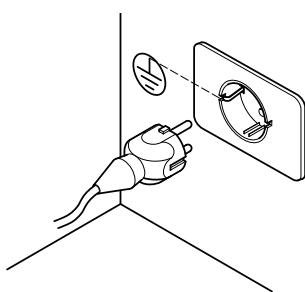

Fig. 6.2.1
**È obbligatorio che l'impianto sia provvisto di messa a terra e di interruttore differenziale in ottemperanza alle leggi vigenti (Fig. 6.2.1).**
**The system must be earthed and fitted with a circuit breaker as provided for by current laws (Fig. 6.2.1).**
**Die Anlage muss obligatorisch mit einer Erdung und einem Schutzschalter gemäß den gültigen Bestimmungen ausgestattet sein (Abb. 6.2.1).**